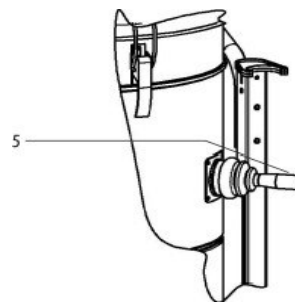
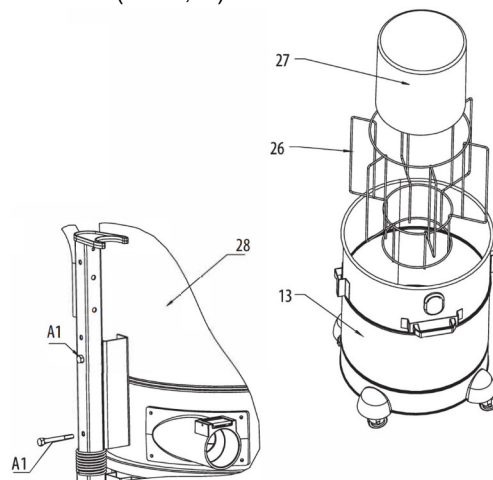

Abb. 7: Reinigen des Filters
Abb. 8: Einsetzen des Schwimmers
Schritt 2: Heben und Senken Sie den Hebel (Pos. 5 Abb. 7) energisch und immer wieder. Dadurch löst sich der am Filter haftende Staub.
Schritt 1: Setzen Sie den Korb (Abb.7, 26) in den Tank (Abb.7,13).
Schritt 2: Setzen Sie den Schwimmer (Abb.7, 27) in den Korb (Abb.7,26) ein.
Stellen Sie sicher, dass der Tank mit einem Aluminiumband versehen mit Silikon (Abb.8,30) versiegelt ist.
Schritt 2: Entfernen Sie den Tank (Abb.8,28) aus dem Sauger indem Sie die 4 Stifte (Abb.7,A1) entfernen.
Schritt 4: Versiegeln Sie ihn wie in Abbildung 8 gezeigt. Achten Sie darauf, dass Silikon 24 Stunden zu trocknen und schalten Sie den Sauger nicht ein.